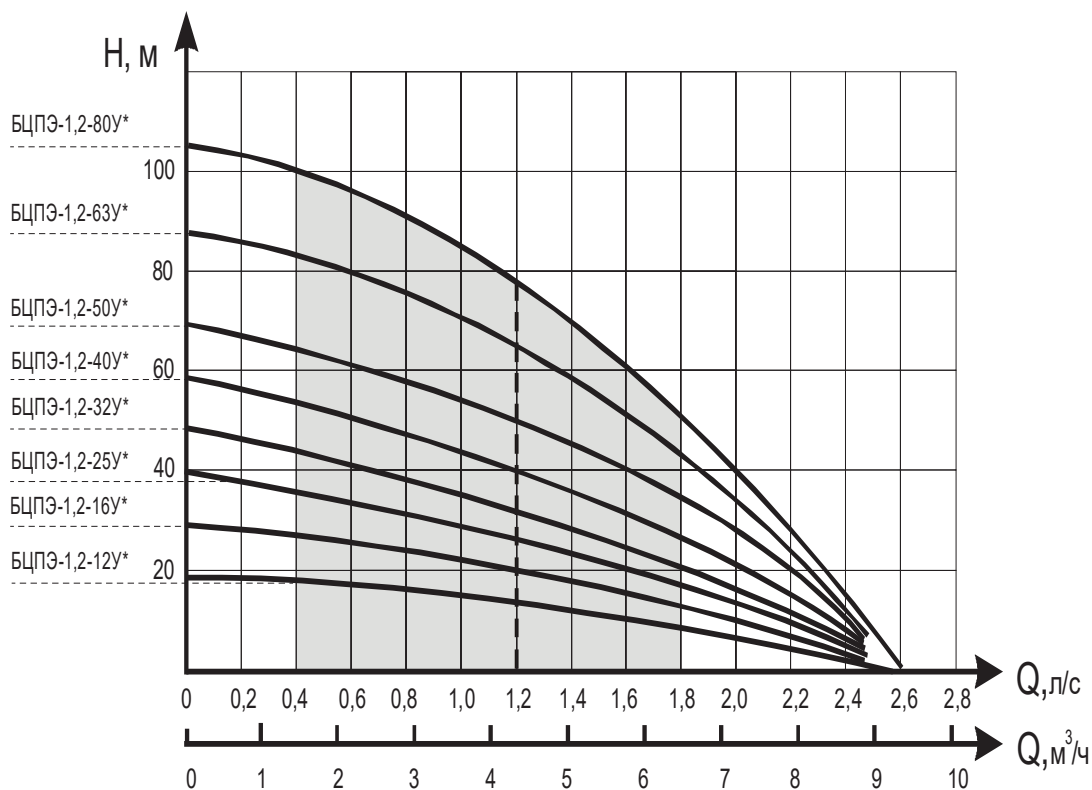

Рис. 2 Напорные характеристики электронасосов
- соединить электронасос с помощью переходников с напорным трубопроводом не менее 1 дюйма (см. рис. 4) для обеспечения объемной подачи (см. рис. 2);